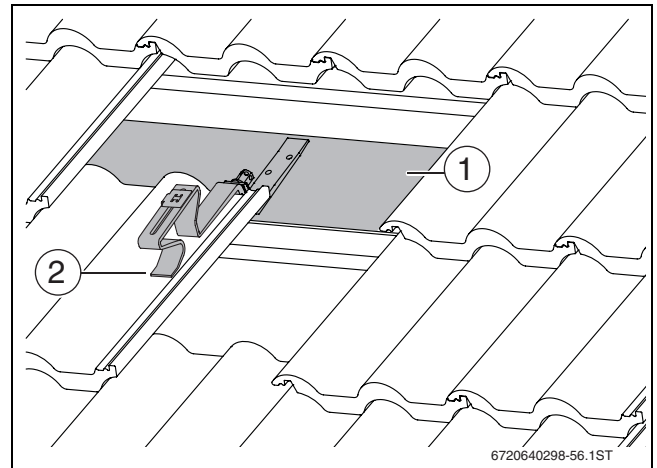

Bild 21 Sparrenanker auf Brett/Bohle befestigt
- Wenn erforderlich, auf den Sparren ausreichend tragfähige Bretter/Bohlen befestigen (→ Bild 21 [1]). Wenn erforderlich, Konterlattung in diesem Bereich entfernen.
- Abstützung vorne (→ Bild 21 [2]) so auf den Dachziegel legen, dass die Abstützung bei Belastung in einem Wellental aufliegt.